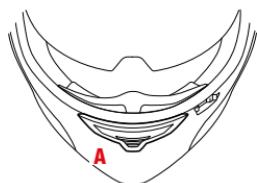

FIGURE 3
PRISE D'AIR FRONTALE MENTONNIERE – A – Figure 3/4
- Figure 3: prise d'air complètement fermée.